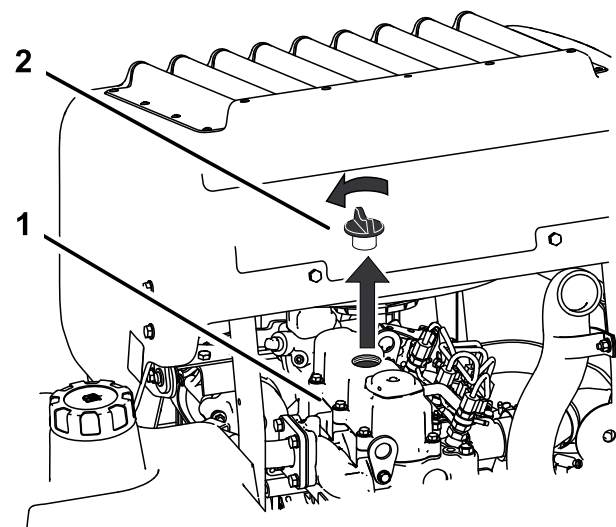

Figura 62
6. Retire o tampão de enchimento do óleo da parte superior do motor (Figura 62).
2. Retire o tampão de enchimento de óleo e a vareta (Figura 62).